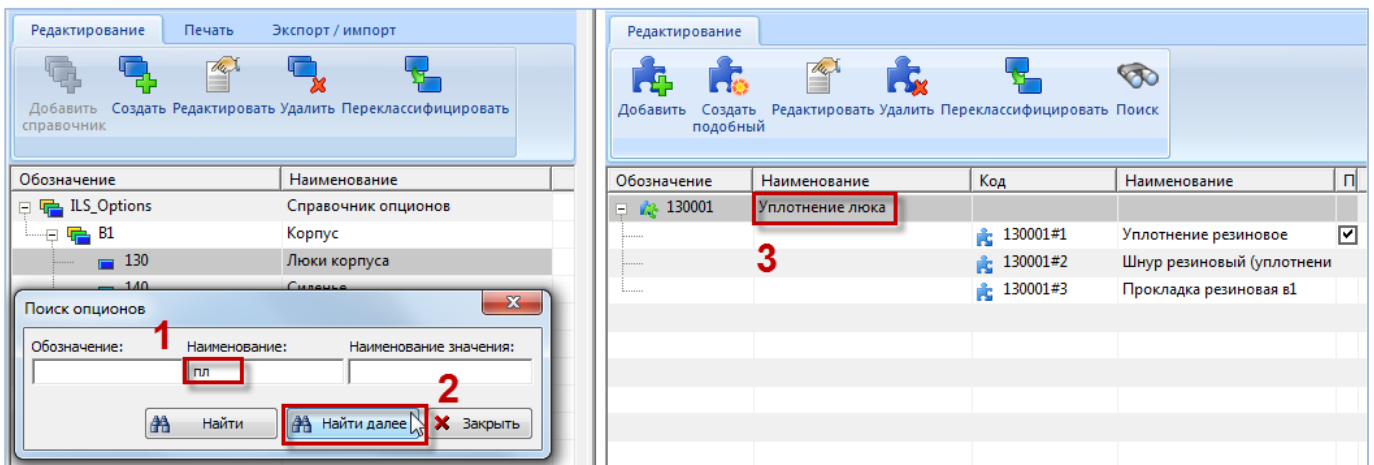

Рис. 13-24 – Результат поиска опциона по его наименованию
- 2) Задать критерий поиска в поле «Наименование» и нажать кнопку «Найти далее» (1 и 2 на рис. 13-24).
- 3) В правом окне редактора опционов будет выделен опцион, наименование которого удовлетворяет заданному условию (3 на рис. 13-24). Для поиска другого опциона, удовлетворяющего тому же условию, повторно нажать кнопку «Найти далее».